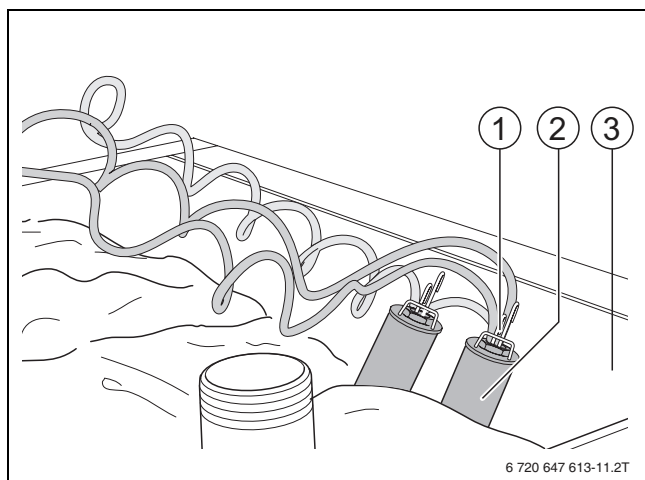

Fig. 17 Senzori de temperatură conectați
- Regulator de control al temperaturii apei din cazan (TW)
- ▶ Introduceți senzorul de temperatură (→ Fig. 17, [1]) în teacă de imersie (→ Fig. 17, [2]) de pe latura superioară a cazanului (→ Fig. 17, [3]).